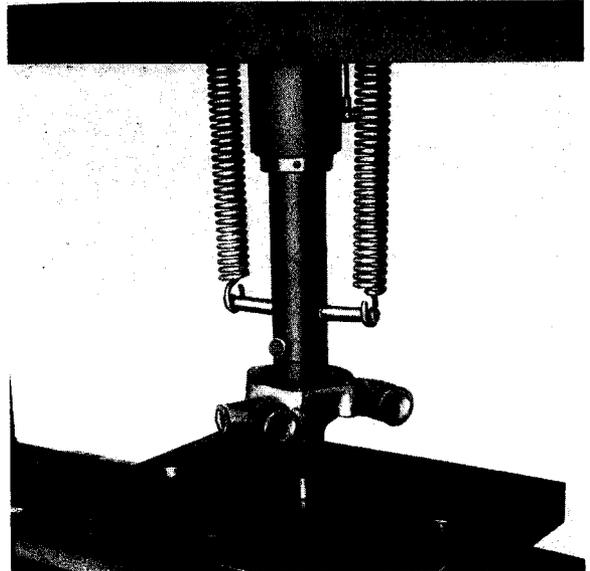
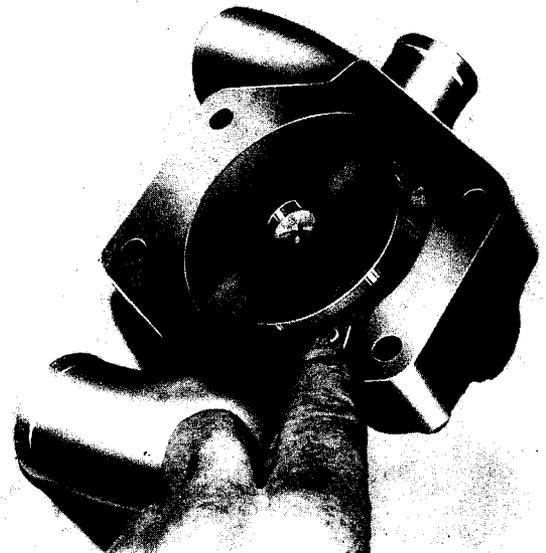

Fig. 5
Fig. 6
- 3° Placer la pompe sur la table de la presse, en appui sur l'extrémité de l'arbre côté poulie et mettre la turbine en place (fig. 5). Un jeu de 0,25 à 0,50 mm doit subsister entre les ailettes de la turbine et le carter (fig. 6). La face AR de la turbine affleure alors le plan de joint du carter de la pompe.